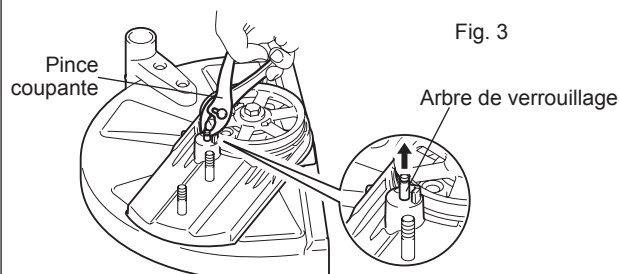

Fig. 3
- Saisissez l'arbre de verrouillage à l'aide d'un tournevis pour écrous à fentes ou d'une pince coupante. (Fig. 3)